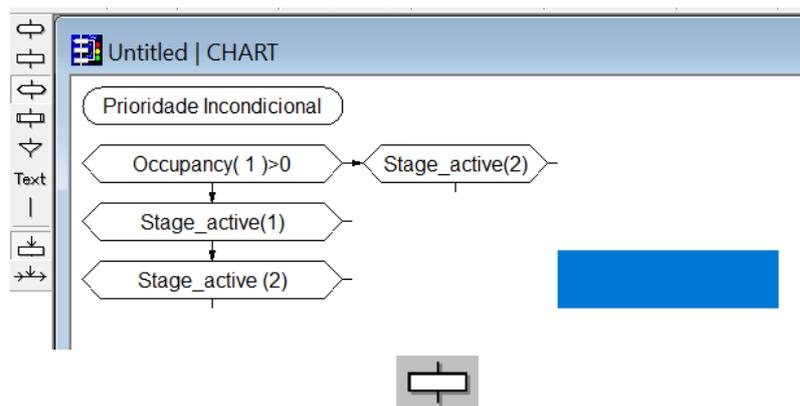

Figura 17
38. No lugar de <no> **digite 1**, e ao lado de Occupancy(1) digite **>0**. O resultado final deve ser **Occupancy(1) >0**. Desse modo será verificado se há ônibus no detector 1. Então clique em **OK**.
39. Com o **Condition** selecionado e embaixo do **Occupancy(1) >0**, clique com o botão direito em **Insert New Symbol** e digite **“Stage\_active(1)”**. Repita o procedimento agora escrevendo, **Stage\_active(2)**, na linha de baixo e na da direita de **Occupancy(1)>0**, de modo a deixar igual a figura 17. Os comandos Stage\_active são funções VAP, elas verificam se determinado estágio esta ativo, assim como a função Occupancy(<no>) é possível acessá-las por VAP Functions... .